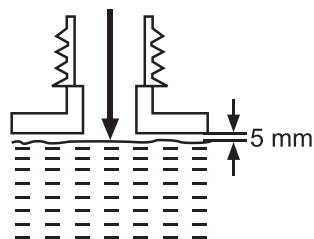

Fig. 18
- Dévissez le bouchon du réservoir de carburant (27), puis ôtez-le.
- Remplissez le réservoir avec un mélange huile-carburant correctement dosé, en utilisant un entonnoir muni d'un filtre afin d'empêcher les éventuels résidus de pénétrer à l'intérieur. Évitez de trop remplir le réservoir. Laissez un espace d'au moins 5 mm entre la surface du carburant et la paroi supérieure du réservoir, afin que le carburant puisse s'étendre (Fig. 18).